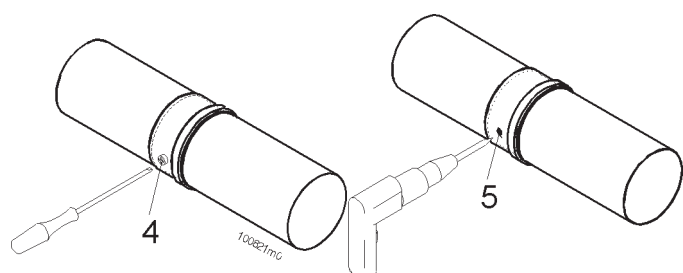

Figura 20 - Fissaggio dei condotti di scarico
**ATTENZIONE!!!** Assicurate meccanicamente gli incastri fra i vari elementi componenti il condotto di scarico, mediante l'utilizzo di viti di fissaggio meccanico o sistemi equivalenti. Vedi figura 20.
**ATTENZIONE !!!** Assicurate meccanicamente gli incastri fra i vari elementi componenti il condotto di scarico e di aspirazione, mediante l'utilizzo di viti di fissaggio meccanico o sistemi equivalenti. Vedi figura 20.